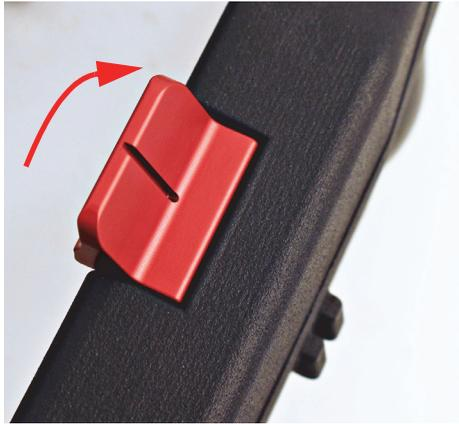

Figure 4-1 Levier de freinage actionné
- Pour actionner le frein, soulevez vers le haut le levier de freinage rouge placé à l'arrière (Figure 4-1 à la page 74).